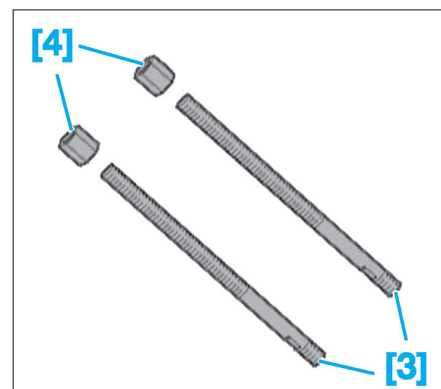

Fig. 5
- [3]. Tirant de recharge (réf : FACOM U 53 RL) (Fig.5)